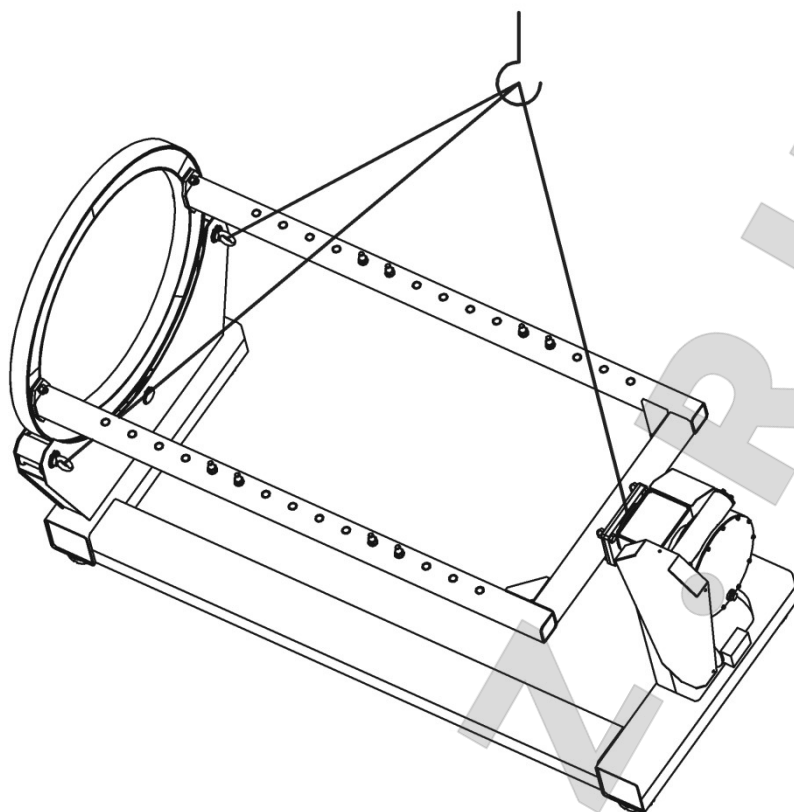

Рис. 5 Схема строповки стенда
10.6. Схема строповки стенда приведена на рис. 5.